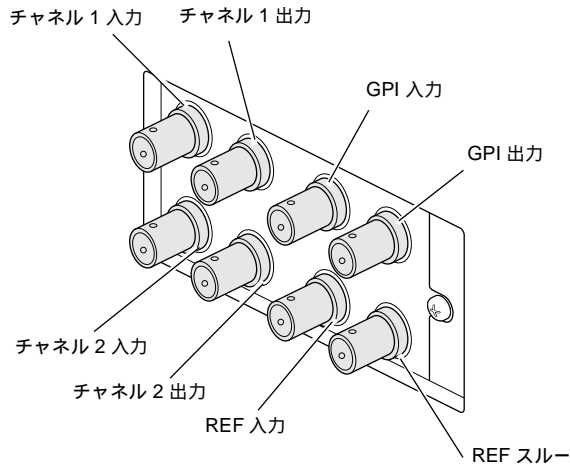

図 5-20 Silicon Graphics SD1100 ケーブルの接続
16. 各ケーブルを接続するポートを、図 5-20で確認してください。